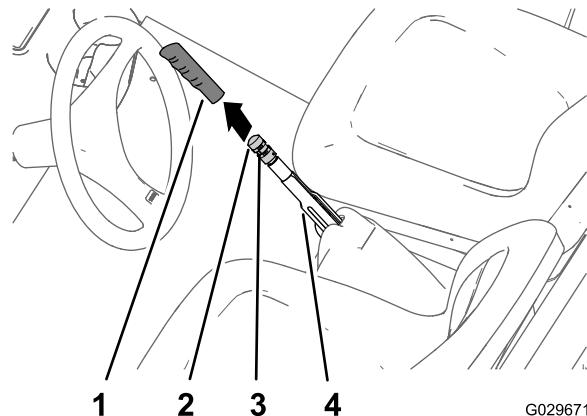

Figura 61
1. Retire a pega da alavanca do travão de mão (Figura 61).
2. Desaperte o parafuso de afinação que fixa o manípulo de ajuste do travão à alavanca do travão de mão (Figura 61).
3. Rode o manípulo de ajuste do travão até que seja necessário um binário de 133 a 156 N·m para ativar a alavanca do travão de mão (Figura 61).
- Aperte o parafuso de afinação e instale a pega (Figura 61).
- Retire a pega do travão de mão (Figura 61).
- Desaperte o parafuso de afinação (Figura 61) que fixa o manípulo de ajuste do travão à alavanca do travão de mão, solte o travão de mão e desaperte o manípulo de ajuste do travão.
- Rode o manípulo de ajuste do travão (Figura 61) aplicando um binário de 133 a 156 N·m para ativar a alavanca do travão de mão.